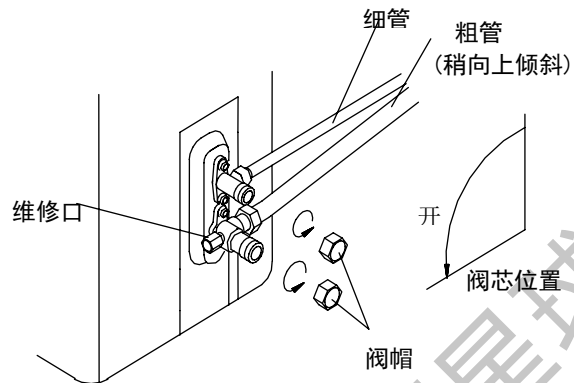

图 18 简易排空法
### (二)、简易排空法(图 18)
6. 将取下的阀帽重新拧紧，将阀门罩和配线盖重新安装好。(参考图 18)